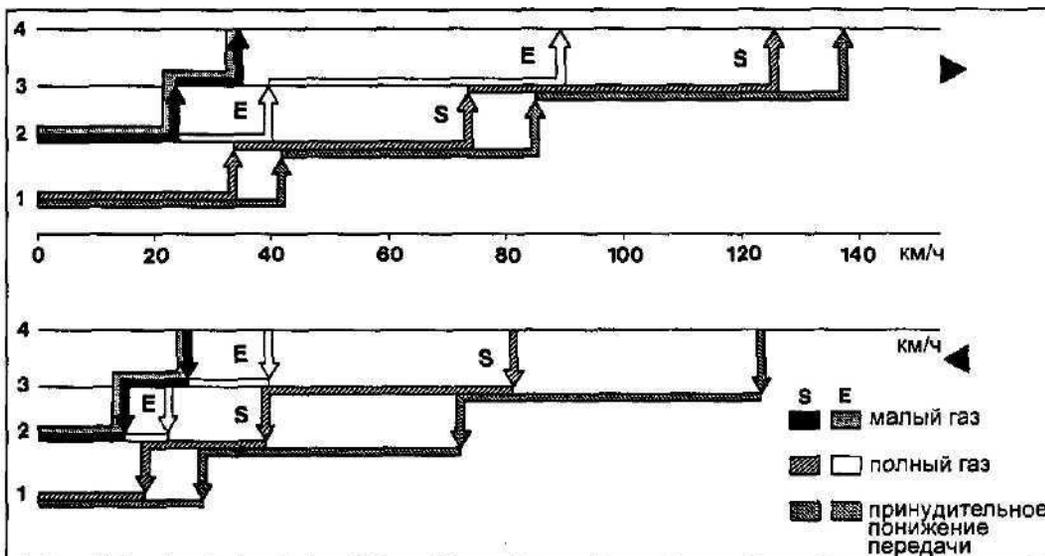
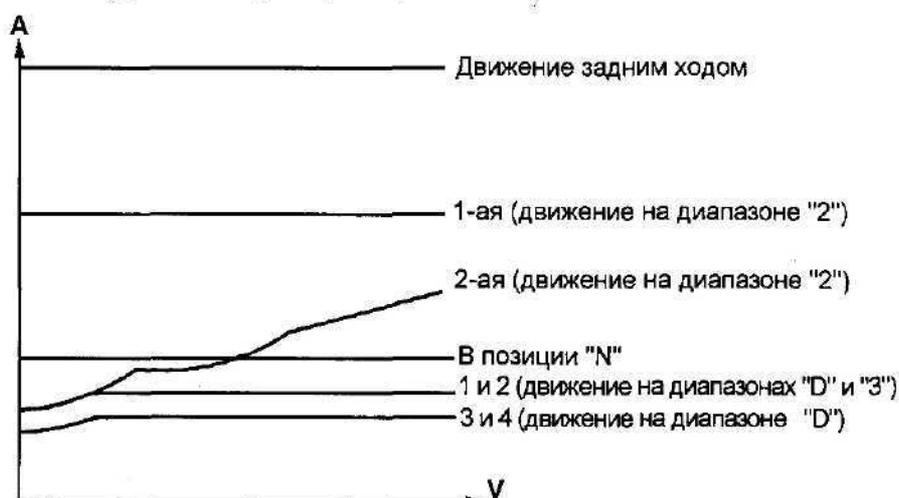

Рис. 4. Примерные диаграммы переключения передач для программ S и E.
Рис. 6. Зависимость рабочего давления (А) от скорости транспортного средства (V).
В систему регулирования рабочего давления (рис. 4 цв.) входят следующие элементы:
- клапан регулировки рабочего давления (26);
- клапан регулировки основного давления (16);
- двухпоточный шариковый клапан (14);
- двухпоточный шариковый клапан (15);
- предохранительный клапан (25);
- обратный клапан (81).
Клапан (26) (рис. 4 цв.) предназначен для регулировки величины рабочего давления, которое изменяется следующим образом:
Клапан (16) (рис. 4 цв.) предназначен для редуцирования основного давления, которое используется для формирования требуемой величины рабочего давления при малых значениях давления модулятора (M2). Оно редуцируется либо из рабочего давления на первой передаче (A1/AR), либо из давления скоростного регулятора (S2/R) и подается в камеру с пружиной клапана (26) вместо давления модулятора.
Рабочее давление на передаче заднего хода (AR) через двухпоточный шариковый клапан (15) подается к клапану регулирования основного давления (16) и далее через кольцевую канавку (e) и двухпоточный шариковый клапан (14) попадает в камеру с пружиной клапана регулирования рабочего давления (26) (рис. 4 цв.). Кроме того, оно попадает в кольцевую канавку (c) клапана регулирования основного давления (16) и давит на его плунжер, стремясь переместить его влево. Этому противодействует пружина. При определенном значении основного давления плунжер начинает перемещаться влево, перекрывая тем самым кольцевую канавку (e) подвода давления (AR) к клапану регулирования основного давления (16). Это вызовет падение основного давления и перемещение под воздействием пружины плунжера вправо.
Кольцевая канавка (e) открывается, и основное давление начинает вновь увеличиваться и т.д. Следует отметить, что на передаче заднего хода давление в кольцевую канавку (d) клапана (16) и кольцевые канавки (f) и (m) клапана (26) не подается. Таким образом, на передаче заднего хода обеспечивается максимальное и постоянное рабочее давление (рис. 6).
Формирование рабочего давления осуществляется точно так же, как и на передаче заднего хода (рис. 6), только с некоторыми отличиями:
При увеличении скорости движения автомобиля давление скоростного регулятора поднимается и оно, переключая двухпоточный клапан (14), попадает в камеру с пружиной клапана (26) (рис. 4 цв.). Сила давления скоростного регулятора в кольцевой канавке (с), при отсутствии рабочего давления в кольцевых канавках (е) и (d), перемещает плунжер клапана (16) в крайнее левое положение (положение регулирования). Клапан (26) осуществляет регулировку рабочего давления, реагируя на изменение давления скоростного регулятора в камере с пружиной (рис. 6).
Формирование рабочего давления осуществляется точно так же, как и в предыдущем случае (рис. 6), только с некоторым отличием:
Формирование рабочего давления осуществляется точно так же, как и в предыдущих двух случаях (рис. 6), только с некоторым отличием:
На рисунке 7 приведена диаграмма регулирования рабочего давления при максимальном открытии дроссельной заслонки, т.е. при максимальном давлении модулятора. При уменьшении давления модуляции кривые будут располагаться несколько ниже. Давление модулятора М2 определяется величиной разряжения во впускном коллекторе двигателя. Это давление попадает в кольцевую канавку (f) двумя способами: через двухпоточный шариковый клапан (14) и жиклер (b) (рис. 4 цв.).
Давление системы смазки (SR) формируется в клапане (26), регулирующим рабочее давление, и имеет небольшую величину. Из этого клапана поток масла попадает в гидротрансформатор и затем через радиатор коробки передач подается в картер коробки передач (рис. 6 цв.). Через специальные каналы и сверления в картере коробки передач, валах и зубчатых колесах оно поступает ко всем трущимся элементам для их смазки и охлаждения. Такая циркуляция масла в системе смазки обеспечивает температуру автоматической коробки передач в допустимых пределах.
На 4-ой передаче (прямая передача, на которой вся коробка заблокирована), ленточный тормоз B2 не используется и давление в камеру с пружиной переключающего клапана (35) не поступает (рис. 6 цв.). В этом случае давление в системе смазки, действующее на верхнюю торцевую поверхность поршня переключающего клапана (35), отжимает его, и часть масляного потока системы смазки сбрасывается обратно во всасывающую магистраль основного насоса. Это сделано потому, что для смазки заблокированной коробки передач требуется гораздо меньшее количество масла.